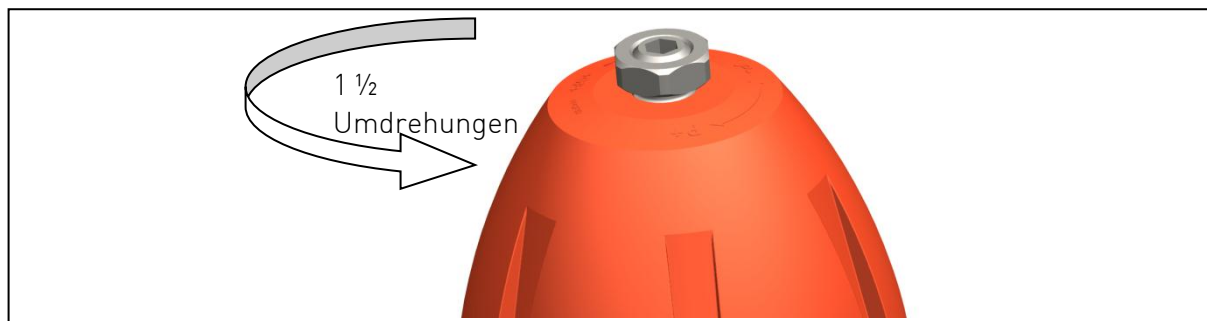

Fig. 3
- Aflojar la tuerca de bloqueo, ver la fig. 3